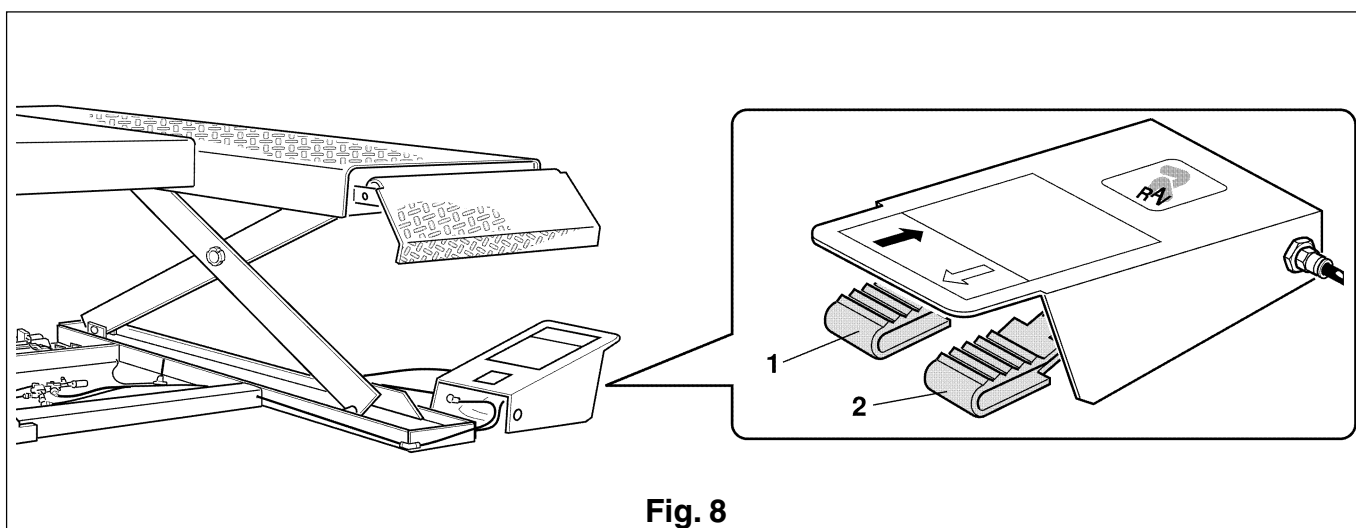

Fig. 8
Pedaliera con comandi di salita (1) e discesa (2) (Vedi fig. 8).
Rise (1) and descent (2) control pedal (See fig. 8).
Hebe- (1) und Absenksteuerpedal (2) (siehe Abb. 8).
Pédale de commande montée (1) et descente (2) (Véase fig. 8).
Pedal de mando subida (1) y bajada (2) (fig. 8).